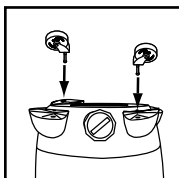

FIGURA 7
7. Inserte las ruedas en las bases colocando el vástago de las ruedas en los orificios provistos. Aplique presión y torsión hasta que las rueditas hayan encajado en su lugar. **FIGURA 7**.